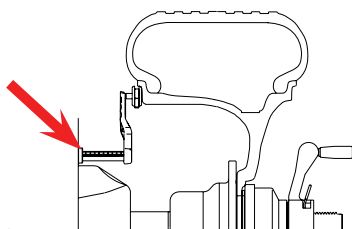

Figure 24
- Déplacer le bras de jauge de distance pour toucher le bord intérieur de la roue où les masses doivent être positionnées et observer la lecture sur l'échelle de l'indicateur de distance. Voir Figure 24. Appuyer sur le bouton (O) **Offset** puis sélectionner les touches +/- jusqu'à ce que la valeur s'affiche dans la fenêtre d'affichage.